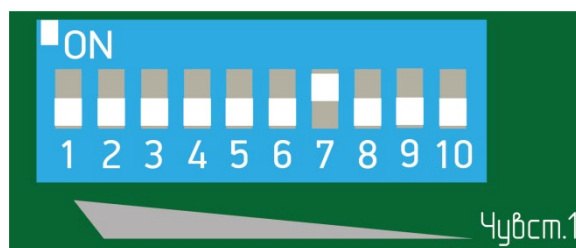

Рисунок 7.15
- при отсутствии тревожного извещения, увеличить чувствительность извещателя, установив флажок 7 переключателя регулировки чувствительности в положение «ON» (правое положение), все остальные флажки - в левое положение (рисунок 7.15) и повторить попытки несанкционированного проникновения через заграждение по выше указанной методике;